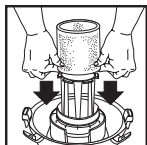

FIGURE 26
40. Avec le couvercle du réservoir dans une position renversée, glissez le manchon en mousse vers le bas, au-dessus du couvercle en tirant jusqu'à ce que le manchon en mousse couvre complètement le couvercle. **FIGURE 26.**